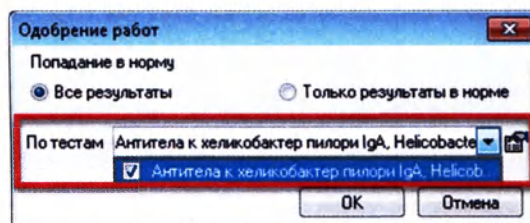

Рисунок 6.42
3. Выберите из выпадающего списка тесты (Рисунок 6.42):